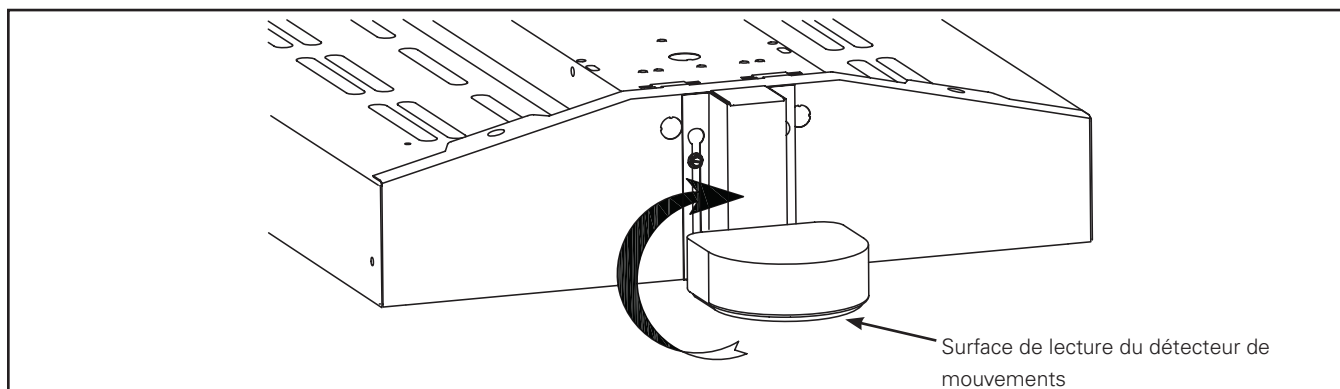

Figure 2.
3. Faites tourner la surface de lecteur (LENTILLE) du détecteur de mouvements de façon à ce qu'elle soit parallèle au sol. (Figure 2.)
2. Fixez le support en serrant les vis de l'embout du luminaire. (Figure 2.)